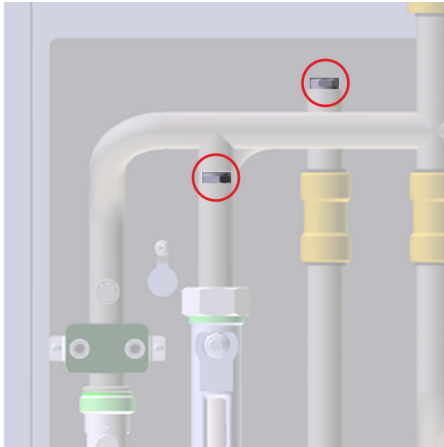

Abb. 92: Ventile aufdrehen
1. Um den Primärkreislauf des Frischwarmwassermoduls drucklos zu schalten, Entlüftungsventile (Abb. 92/rote Ringe) öffnen.